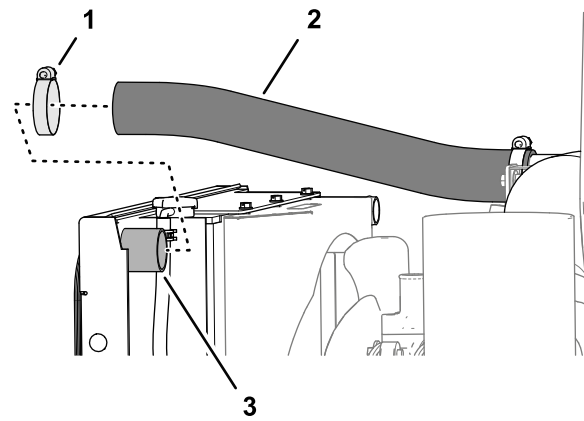

Bild 40
- Befestigen Sie das freie Ende der Luft-Ansaugleitung über dem Ablauf an der Oberseite des Kühlers (Bild 40).